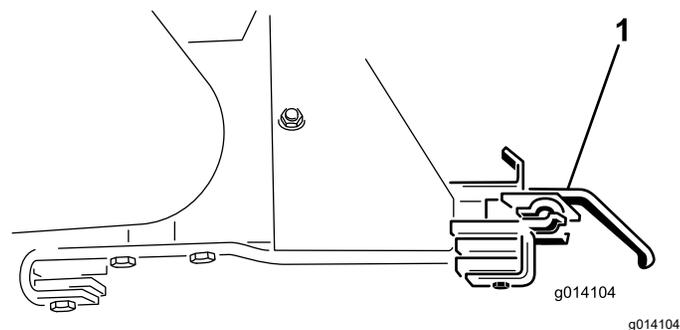

Figura 53
18. Retire las dos palancas de apriete del accesorio (Figura 53).